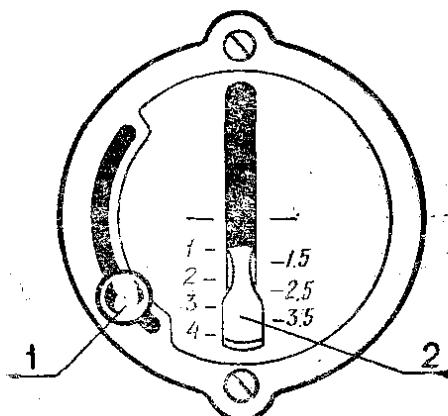
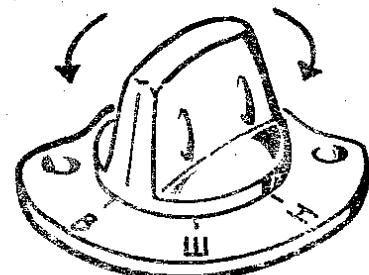

Рис. 25
Рис. 27
Длина стежка устанавливается рычагом регулятора 2 (рис. 25).
Выбранная величина подачи фиксируется винтом 1 (рис. 25).
9.5. Обратное направление подачи материала осуществляется путем перемещения рычага 2 (рис. 25) вверх до упора.
9.7. Регулирование высоты подъема зубцов двигателя материала производят ручкой на платформе (рис. 27).
При штопке необходимо ручку (рис. 27) поставить на риску В. Регулятор строчки — в положение 0 (рис. 25). Продвижение материала производится вручную в тот момент, когда лапка для штопки поднимается над материалом. Максимальная толщина материала при штопке 3 мм.
При вышивании нажимную лапку снимают. Рычаг подъема лапки опускают вниз. Рычаг регулятора строчки ставят в «нулевое» положение (рис. 25). Ручку регулятора подъема двигателя материала (рис. 27) ставят в положение В (вышивание).
- а) отрегулировать подъем зубьев двигателя материала в соответствии с указаниями руководства, п. 9.7 (рис. 27).